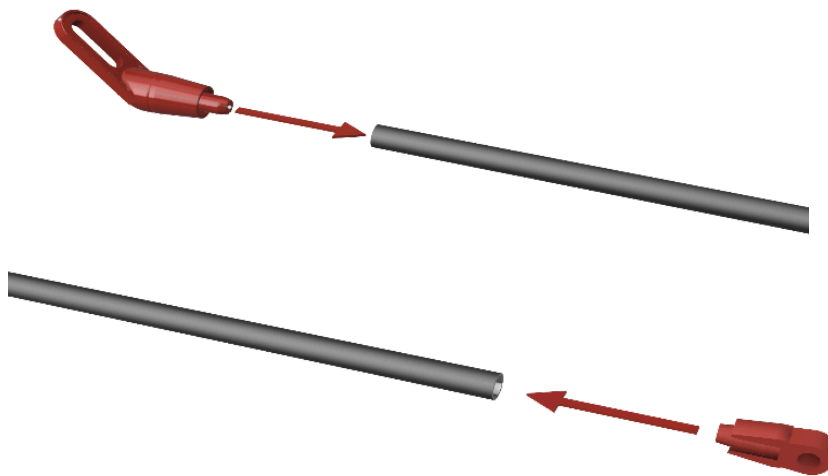

FIGURA 2. ENCASTRE DE PIE DE RIENDA (IZQUIERDA), Y PUNTERAS SUPERIORES COLOCADAS A PRESIÓN (DERECHA).
2. Luego ensamblaremos las fijaciones de los tensores laterales a la torre. Estos tensores mantendrán la torre vertical y absorberán los esfuerzos de carga lateral producidos por la presión dinámica de la hélice. Tienen dos piezas de fijación impresas: la puntera superior (P4) y el pie de rienda (P5). Estas piezas se colocan a presión en el tubo tensor de aluminio de 11x1 (TR1), una en cada extremo, como se muestra en la Figura 2.